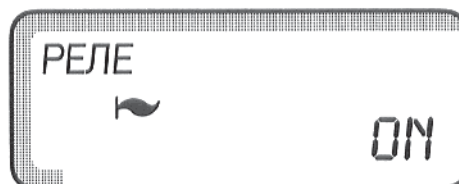

Рис. 2
4. Повернуть поворотную кнопку. Сначала появляется символ пламени  для реле горелки (рис. 2).